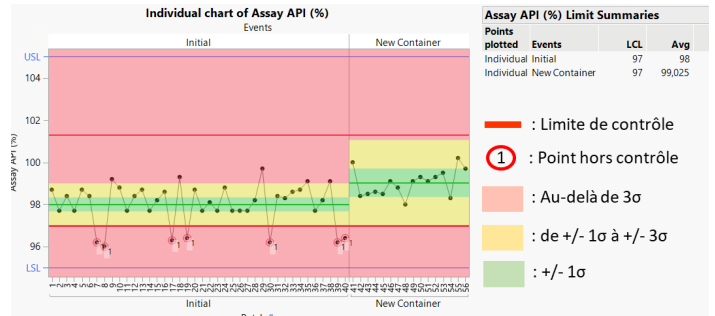

Figure 5 - Carte de contrôle individuelle sur le dosage du médicament avant (« initial ») et après l'augmentation de la taille du contenant (« New container »)
**1ère solution.** Suite à la mise en place d'un contenant de plus grande capacité, le suivi continu des données de dosage (Figure 5) et la comparaison de la phase initiale à la phase post-changement, a permis de constater une élévation de la tendance.